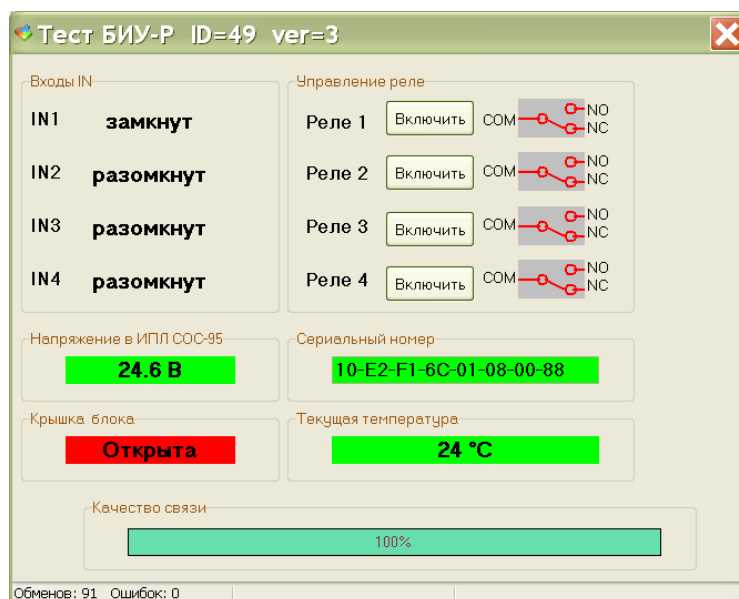

Рисунок 23
- 4) Проверить качество связи в СОС-95 между БКД-МЕ и БИУ-Р (рисунок 23): установить режим сканера «Нормальный» и нажать кнопку «Старт». Для исправного БИУ-Р качество связи должно быть 100% на всем диапазоне порогов приема БКД-МЕ.
- 4) Кратковременно замкнуть накоротко выводы XS4.6 и XS4.5 первого канала контроля. Проверить отображение состояния канала IN1 «замкнут» (рисунок 23).
- 4) Кратковременно снять крышку блока БИУ-Р и проверить появление сообщения «Открыта» в поле «Крышка блока» (рисунок 23).